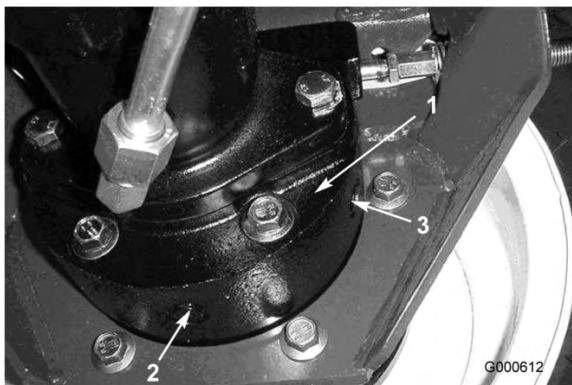

図 45
3. ホイールの反対側のブレーキ・ハウジング（図 45）の下にも容器を置く。